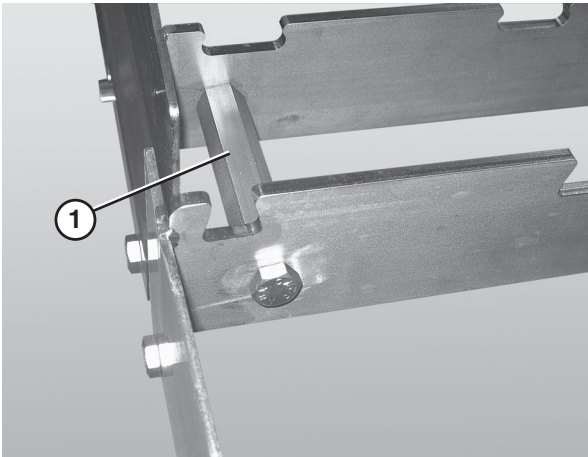

Figure 5
3. Connectez les sections de cadre en vissant les connecteurs hexagonaux (**Figure 5, item 1**) aux sections du cadre.